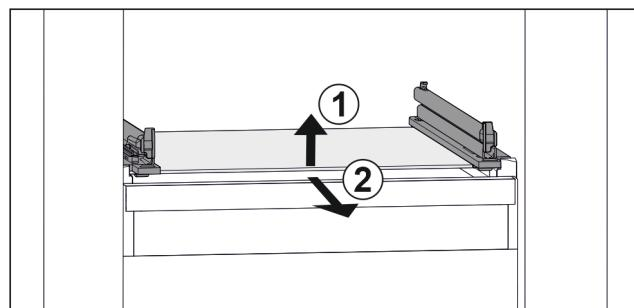

Fig. 129 Приближене відображення скляної пластини
- Підняти скляну пластину спереду. Fig. 129 (1)
► Вийняти скляну пластину рухом вперед. Fig. 129 (2)